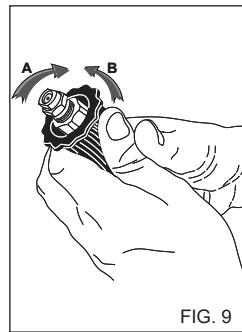

FIG. 9
### USO DELLA TESTINA REGOLABILE (Fig. 9)
- 2) Azionare l'idropulitrice, attivare il comando di aspirazione del detergente presente sulla lancia (fig. 9) e cospargere la superficie da lavare agendo dal basso verso l'alto. Lasciare reagire per alcuni minuti.